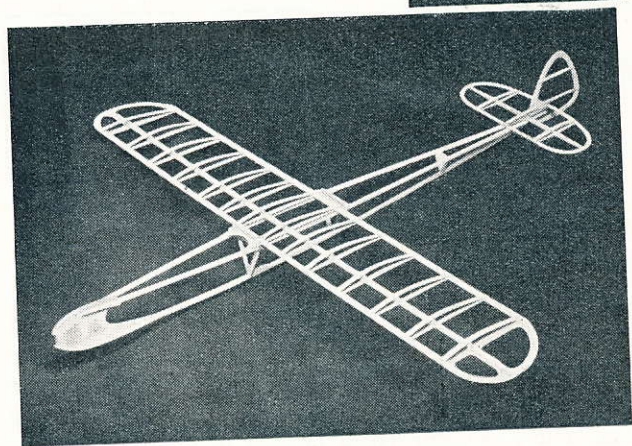

Fig. 17.
A) *Icke motordrivna, s. k. glid- eller segelflygplan* (fig. 17).